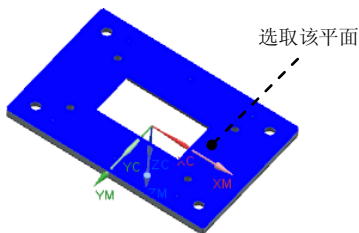

图 11.27 指定底面
(1) 单击“钻”对话框中 **指定底面** 右侧的  按钮，系统弹出“底面”对话框。
(2) 在“底面”对话框中的 **底面选项** 下拉列表中选择 **面** 选项，选取图 11.27 所示的面。
(3) 单击“底面”对话框中的 **确定** 按钮，返回“钻”对话框。